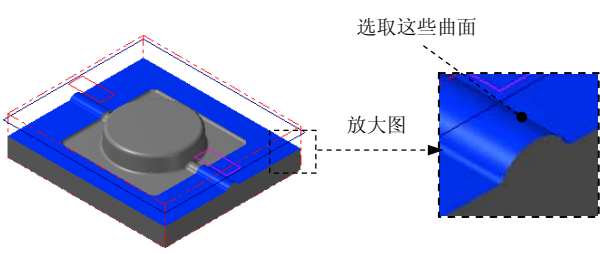

图 12.31 选取加工面
(1) 选取加工面。在图形区中选取图 12.31 所示的曲面（共 8 个面），然后按 Enter 键，系统弹出“刀具路径的曲面选取”对话框。